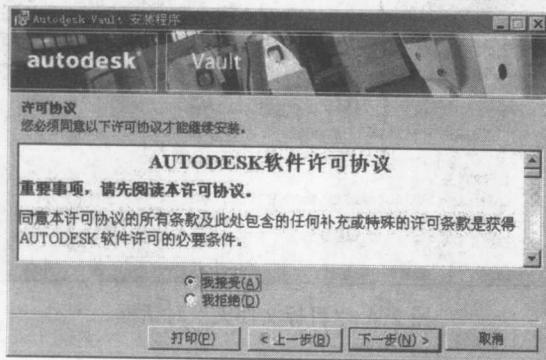

图 2-3 “许可协议”对话框
(2) 单击“下一步”，弹出许可协议对话框，如图 2-3 所示。